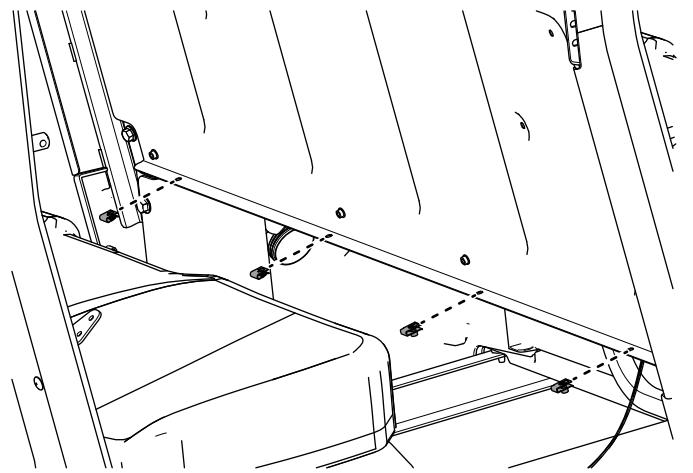

図49
22. 中間シートパネルにクリップ $1/4"$ 4個を取り付ける図49。